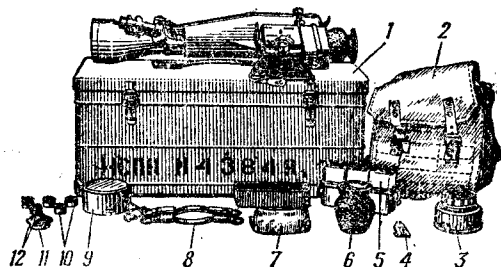

Рис. 60. Принадлежность к прицелу:
85. В принадлежность к прицелу (рис. 60) входят укладочный ящик, сумка для переноски прицела и ЗИП (аккумуляторная батарея, диафрагма, светофильтр в оправе, наглазник, салфетка, ключ, патрон осушки в стакане, ремень, шкалы, кассета с лампочками).